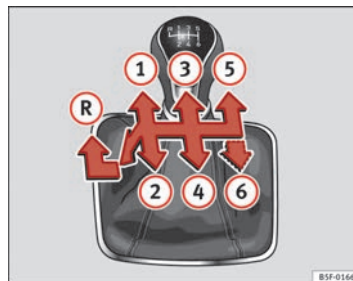

Fig. 89 Esquema de un cambio manual de 5 marchas o bien de 6 marchas.
En la palanca de cambios están representadas las posiciones de cada una de las marchas ⇒ fig. 89.
- Mueva la palanca de cambios completamente hacia la izquierda y después hacia delante para situarla en la posición de la marcha atrás ⇒ fig. 89 Ⓡ.